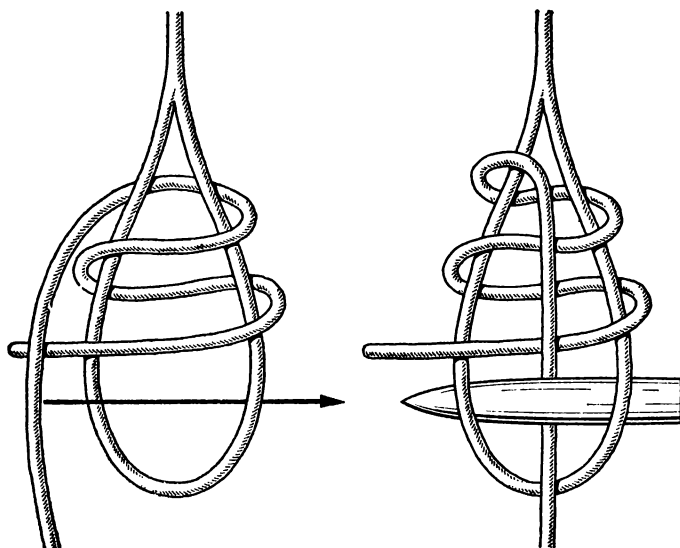

Рис. 112. Гинцевый узел
**Гинцевый узел** (рис. 112). Гинцами моряки называют большие тали, основанные между блоком, вязанным в какую-нибудь снасть, и другим неподвижным блоком. Для вязывания снасти блока в другую снасть применялся гинцевый узел. На парусных кораблях гинцевый узел применялся, например, при вязывании ходового конца брам-фала или при вязывании ходовых концов топенантов нижних реев в стропы блоков гинцев. Для этого обвивали ходовой конец брам-фала два раза вокруг верхней части стропа блока гинцев и, направив брам-фал вертикально поверх ходового конца, продевали клевант или свайку между стропом и брам-фалом. Такой способ крепления троса в строп или в коуш прост, надежен и может быть сделан на середине троса. Его можно рекомендовать современным такелажникам и строителям.